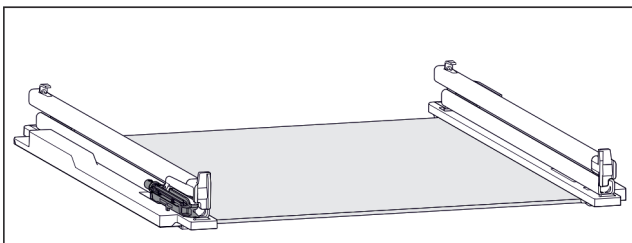

Fig. 114 Dempingsenhet
- På venstre skinne er dempingsenheten festet. (se Fig. 114)